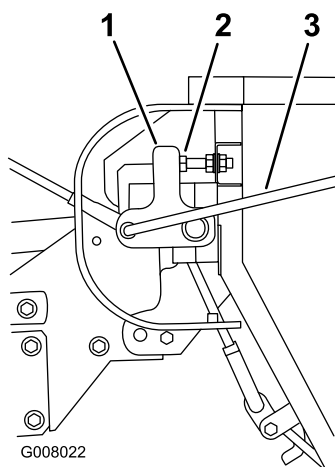
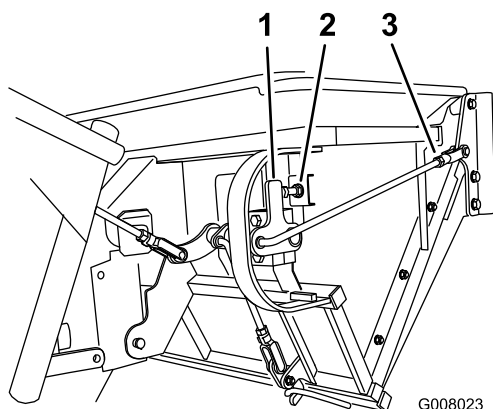

Figura 38
Figura 39
3. Con la puerta cerrada, afloje las tuercas y ajuste los tornillos de tope hasta que el brazo de contacto quede en posición vertical (Figura 38 y Figura 39).
4. Ajuste la longitud de las varillas de acoplamiento de la bisagra hasta que la puerta se cierre por completo con una fuerza razonable sobre la palanca (Figura 38 y Figura 39).